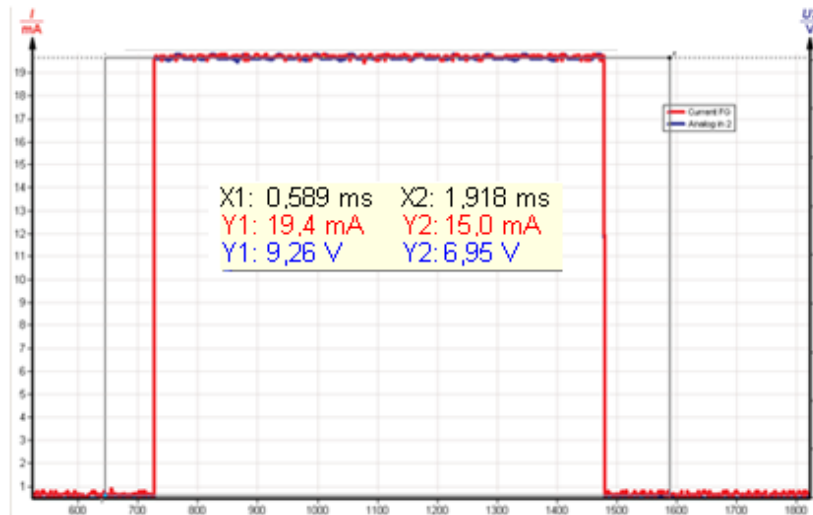

Figure. 14: Mesure expérimentale de la résistance.
- Le résultat peut ressembler à ceci (figure 14):
2. La valeur exacte de la résistance peut être mesurée, si l'inductance est maintenant sortie du circuit, remplacée par un cordon de raccordement et la chute de tension sur la résistance est mesurée avec "Analog In 2 / S2". Déterminer donc la valeur expérimentale de la résistance R_{exp} (voir figure 14 page 37). Pour se faire :